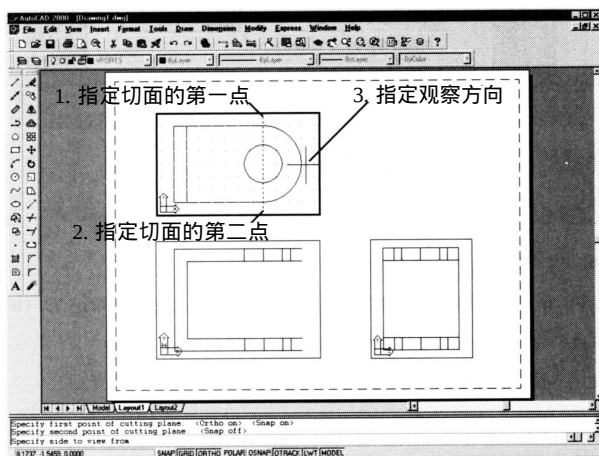

图37-22 定义剖面图
12) AutoCAD想要知道剖面的具体位置, 所以提示你输入两个点。在俯视图上, 选择两个点, 这两个点之间的连线必须要经过实体中的孔, 如图 37-22所示。